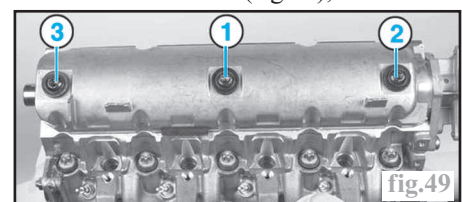

fig.49
- serrer les vis de fixation du couvre-culasse en commençant par la vis centrale puis celle côté pompe à vide, la vis côté distribution et enfin revenir sur la vis centrale (fig.49),